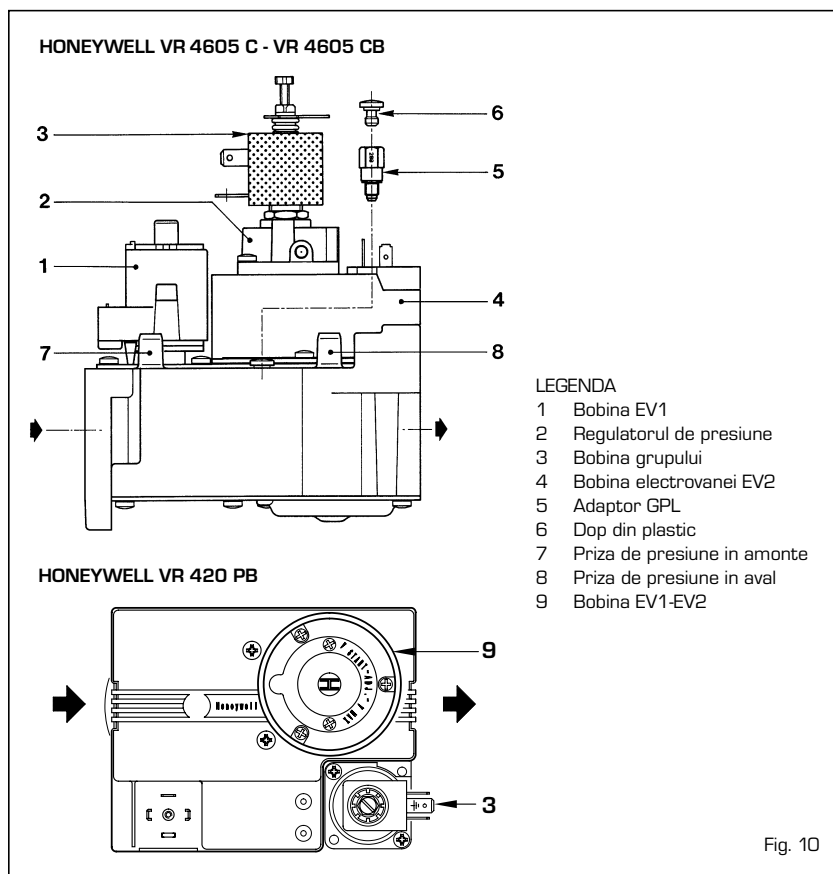

Fig. 10
4.1 VANA DE GAZ (fig. 10)
Pentru a efectua transformarea pe gaz butan (G30) sau propan (G31) trebuie să se înlocuiască duzele principale dintr-un kit furnizat la cerere și, pentru a evita intrarea pe avarie a cazanelor la pornirile cu instalația rece, aplicați pe vana adaptorului pentru GPL cu codul 6248301 (poz. 5 fig. 10).